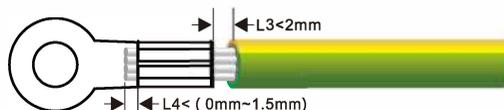

Figura 5.2: Crimpagem de um cabo (unidade: mm)
Passo 2: Insira os fios do núcleo expostos nas áreas de crimpagem do terminal OT e os comprima usando alicates hidráulicos, conforme mostrado na Figura 5.2.